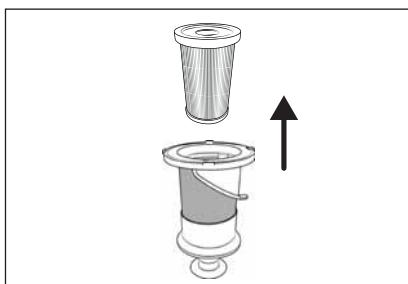

Abb. 19
- 4) Entnehmen Sie den HEPA-Filter **4** aus dem EdelstahlfILTER **5**, indem Sie in die Öffnung des HEPA-Filters **4** greifen und diesen aus dem EdelstahlfILTER **5** herausziehen (siehe Abb. 19).